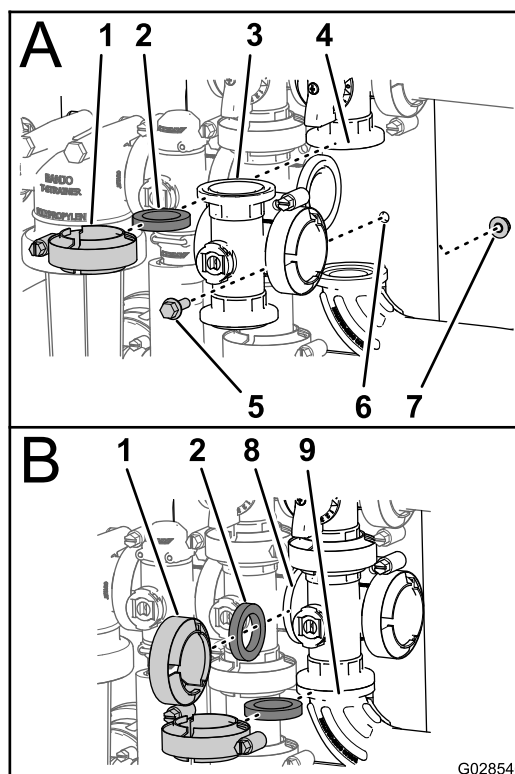

Figure 103
1. Alignez la bride du collecteur de la vanne maîtresse, un joint et la bride de la vanne de dérivation de la vanne maîtresse (A de Figure 103).
2. Montez le collecteur de la vanne maîtresse des rampes, le joint et la vanne de dérivation de la vanne maîtresse avec un collier serré à la main (A de Figure 103).
3. Alignez la bride du collecteur de la vanne maîtresse, un joint et le collecteur de la vanne d'agitation (B de Figure 103).
4. Montez le collecteur de la vanne maîtresse, le joint et le collecteur de la vanne d'agitation avec un collier serré à la main (B de Figure 103).
5. Alignez la bride du collecteur de la vanne maîtresse, un joint et le raccord coudé à 90° (au bout du flexible du débitmètre ; voir B de Figure 103).
6. Montez le collecteur de la vanne maîtresse, le joint et le raccord coudé à 90° avec un collier serré à la main (B de Figure 103).